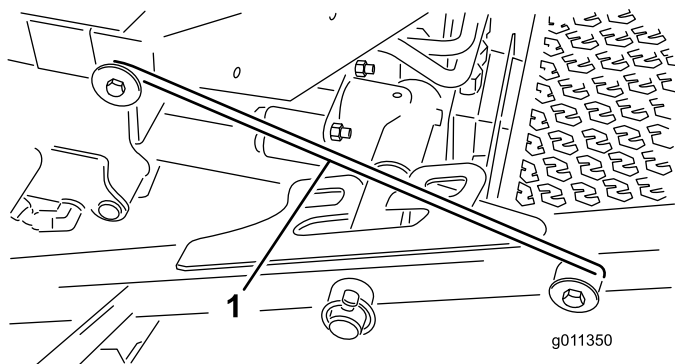

Bild 35
4. Lösen Sie die Riegelstange aus der Halterung am vorderen Trägerrahmen (Bild 35).
5. Heben Sie die Außenseite der Frontmähwerke an und positionieren den Riegel über den an der Vorderseite der Fahrerplattform befestigten Rahmenstift (Bild 35).